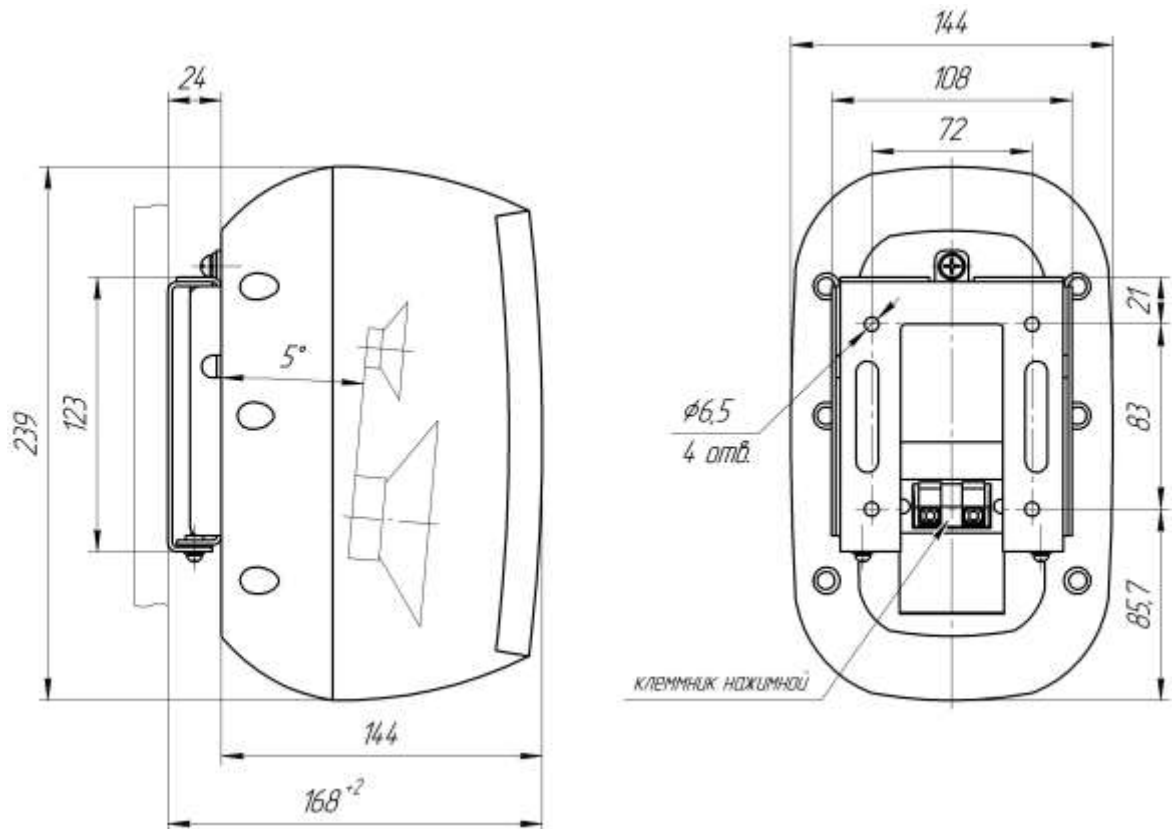

Рисунок 2 - Общий вид, габаритные и присоединительные размеры акустической системы.
4.4.2 Закрепить основание подвеса АС (см. рис.2) на штатное место, но не далее чем 2, 3 метра от телевизора.